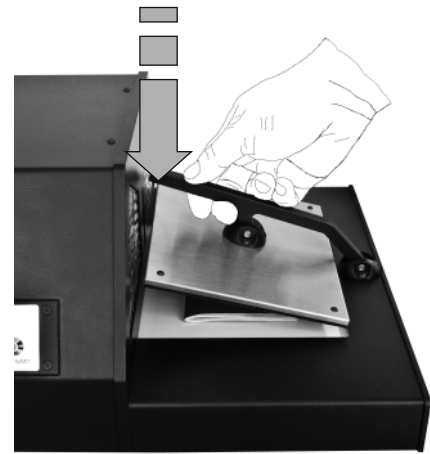

Рис. 24
4. Прижмите документ с помощью встроенного прижима до звукового сигнала. После чего обнаружитель автоматически завершит процесс переноса следов на пробоотборную пластину (Рис. 24).
1. Прижмите пробоотборную пластину при помощи встроенного прижима до звукового сигнала. После чего обнаружитель автоматически завершит процесс переноса следов на пробоотборную пластину (см. рис. 24 на стр. 21).